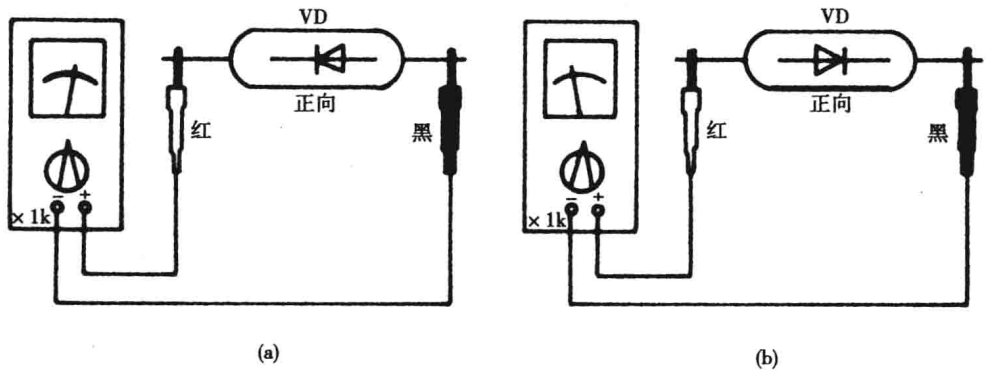

图 1-11 二极管极性判断
(2) 二极管极性判断。当二极管外壳标志不清楚时,可以用万用表来判断极性。将万用表的两只表笔分别接触二极管的两个电极,若测出的电阻约为几十欧、几百欧或几千欧,则黑表笔接触的电极是二极管的正极,红表笔接触的电极是二极管的负极,如图 1-11 (a) 所示。若测出来的电阻约为几十千欧至几百千欧,则黑表笔接触的电极是二极管的负极,红表笔接触的电极是二极管的正极,见图 1-11 (b)。